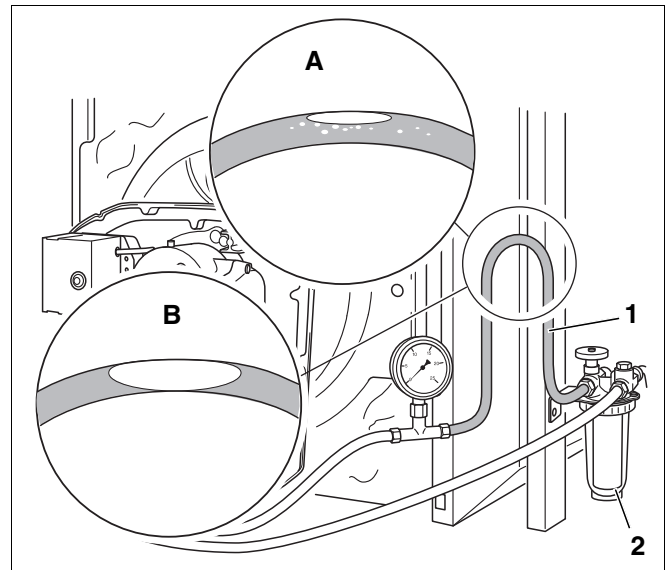

Abb. 64 Transparenten Schlauch hochbinden
- Transparenten Schlauch (Abb. 64, **Pos. 1**) in die Saugleitung hinter dem Ölfilter (Abb. 64, **Pos. 2**) einbauen.
- Eine Schlaufe des transparenten Schlauchs in der gezeigten Weise (Abb. 64) hochbinden.
- Sichtkontrolle der sich ansammelnden Luftmenge (Abb. 64, **Lupe A und B**).
Sammelt sich lediglich eine geringe Luftmenge an der höchsten Stelle der Schlaufe (Abb. 64, **Lupe A**), so liegt eine ausreichende Dichtheit der Ölleitung vor.
Bei größeren Luftblasen (Abb. 64, **Lupe B**) liegt eine Undichtigkeit der Saugleitung und/oder der Anschlüsse vor.